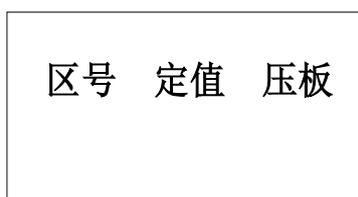

图 6-6 定值子菜单
6.5.8 按“确定”键进入“定值”菜单后，会显示如图 6-6，为防止非法操作，进入任何一个子菜单时均要求输入密码，出厂时密码为“000”。